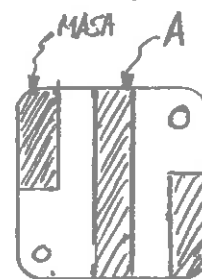

fig 2
Si está activada la función cronométrica mediante el pulsador 1, cuando se pulsa 2, éste actúa sobre una plaquita de circuito impreso (CI) (fig 2), cortocircuitando el terminal A del cronómetro a masa. Cada vez que el terminal A se pone a masa hace cambiar de estado el biestable que activa Start/Stop del cronómetro.
Los terminales C1 y C2 del circuito se han de soldar a la plaquita del CI (fig 2) : C1 a masa y C2 a la pista 'A'. Para ello, es necesario abrir el cronómetro y taladrar un puente en su encapsulado de aproximadamente 2 mm de Ø para pasar por él C1 y C2. Se recomienda poner un tope a estos cables en el interior del cronómetro para que no sufran tensiones en la zona de soldadura.